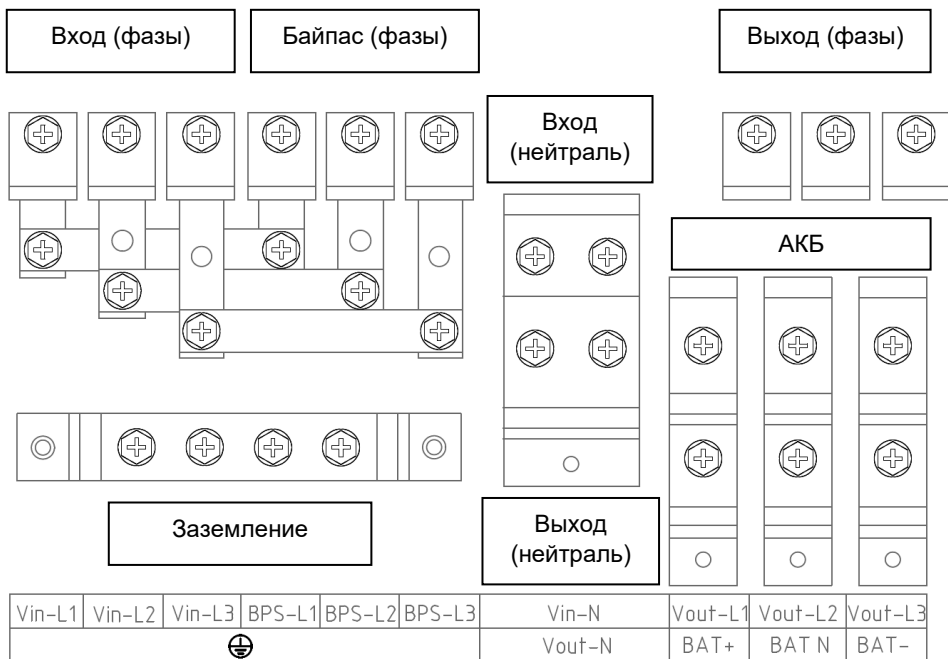

Рисунок 5 — Вид клеммных колодок изделия при трехфазном входе с питанием от одного источника, клеммы Vin и BPS соединены медными перемычками по трем фазам
- проводники фаз L1, L2, L3 и провод N питающей линии от распределительного щита, предназначенные для подключения на входы изделия, должны быть обесточены (см. рисунок 5,6);
- подключите провода заземления кабелей подключения питающей сети и нагрузки к соответствующим клеммам заземления изделия (см. рисунок 5);
- к клеммам заземления каждого изделия подключите провода заземления кабелей подключения питающей сети и нагрузки (см. рисунок 5);